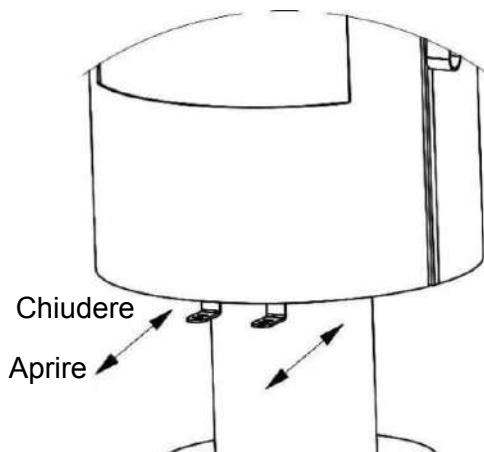

Figura 8
- Una volta che la legna è completamente accesa, dopo circa 2 minuti, regolare l'aria secondo le necessità, come mostrato nella Figura 8: